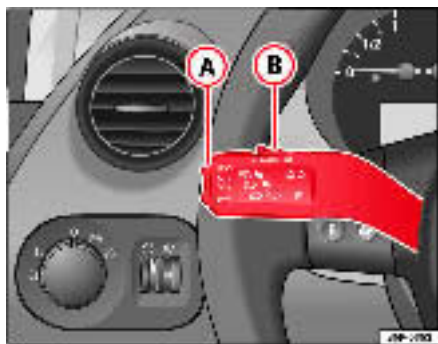

Fig. 147 Levier des clignotants et de l'inverse-codes : commande et touche basculante pour régulateur de vitesse
- Appuyez sur la partie supérieure **RES+** de la commande à bascule ⇒ fig. 147 **A** pour augmenter la vitesse. Tant que vous maintenez enfoncée la commande à bascule, le véhicule accélère. Lorsque vous lâchez la commande à bascule, la nouvelle vitesse est mémorisée.
⇒ fig. 147 **A**.